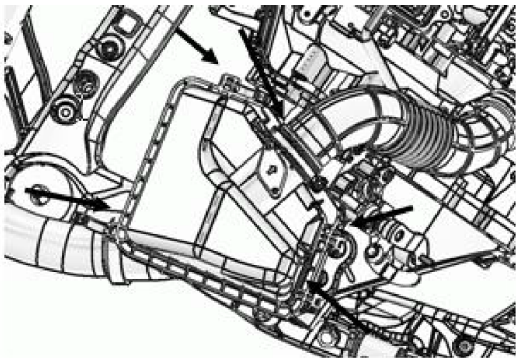

图 9
2.8.1 松开进气弯管上靠近滤清器壳体一侧的卡箍以及空气滤清器壳体上的 4 个卡扣 (如下图 9 所示), 即可取下空气滤清器上壳体 and 滤芯。